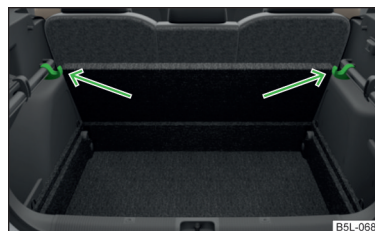

Fig. 106
- Appuyez le plancher de chargement variable sur les crochets abaissés » fig. 106.